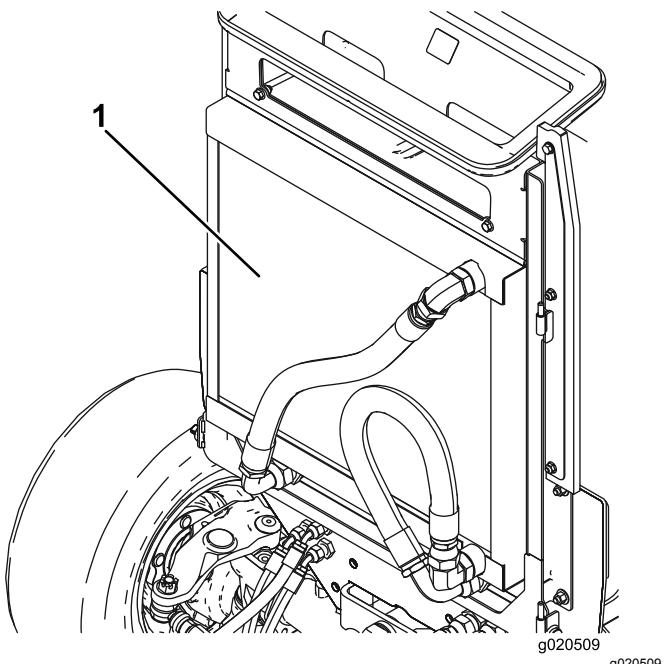

Рисунок 77
4. Тщательно очистите сжатым воздухом область с обеих сторон радиатора/маслоохладителя (Рисунок 77). Начните спереди и сдувайте мусор назад. Затем произведите очистку с задней стороны, сдувая мусор в направлении вперед. Повторите эту процедуру несколько раз до полного удаления сухой травы и мусора.